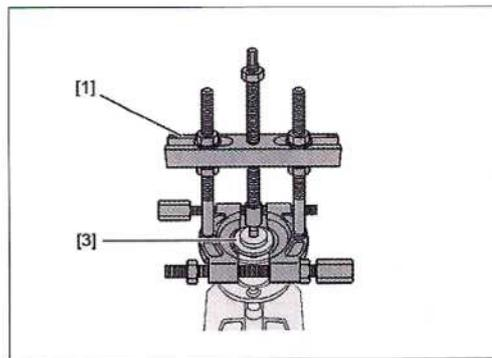

FIG. 35
- Colocar el útil [3] y [1] (Fig.35).